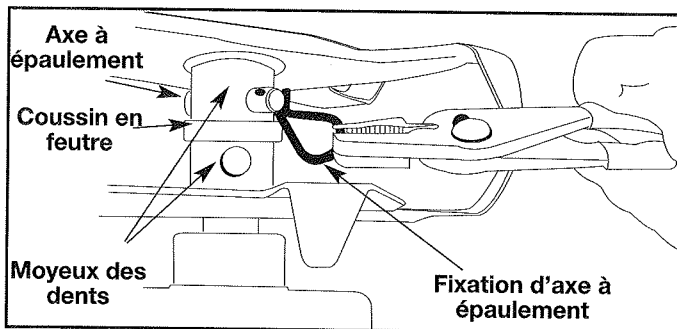

Fig. 21
2. Retirez les axes à épaulement et leurs fixations (Fig. 21).